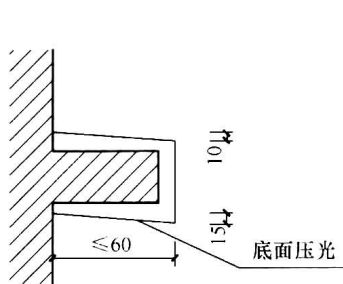

图 1-8 滴水线
(1) 室外横向装饰线突出墙面 6 cm 以内者（如窗套、压顶、腰线等）上面均做流水坡度，下面均做滴水线，如图 1-8 所示。